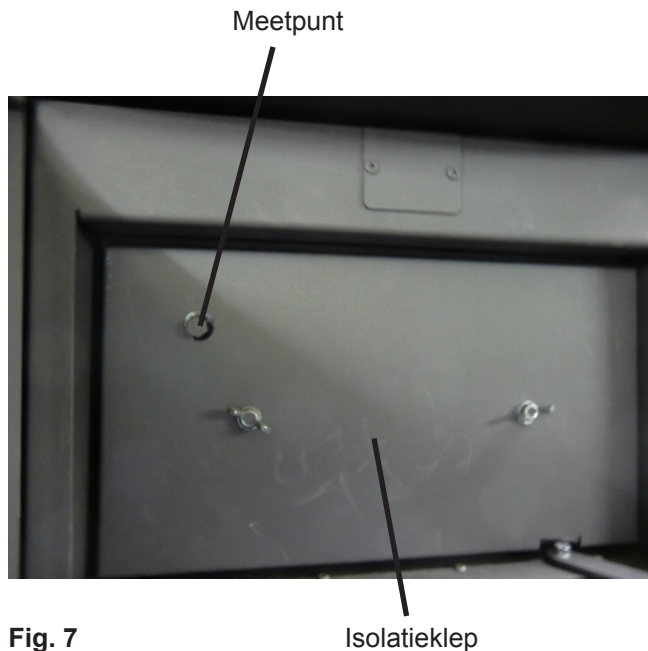

Fig. 7
- Isolatieklep boven de brandruimte-opening losschroeven (2 vleugelmoeren, Fig. 7).